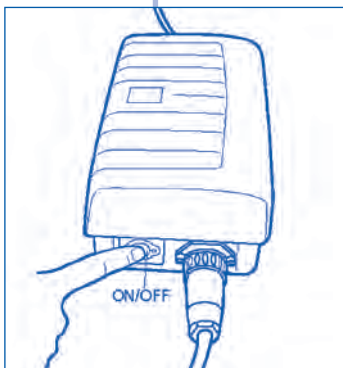

Figura 5
- L'avvio del robot Vortex 1 si fa premendo sul tasto ON/OFF (Figura 5). La spia verde si accende e il robot si avvierà dopo qualche secondo.